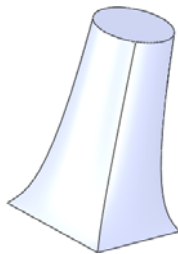

图 4-66 方向向量放样模型
- 方向向量：根据所选的方向向量来应用相切约束。放样与所选线性边线或与轴相切，或与所选面或基准面的法线相切。然后设定拔模角度和起始/结束处相切长度，如图 4-66 所示为设定了拔模角度为 2，起始相切长度为 3，所选方向向量为【上视基准面】的放样模型。